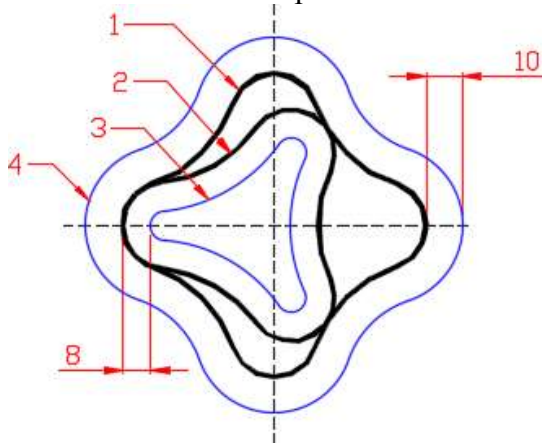
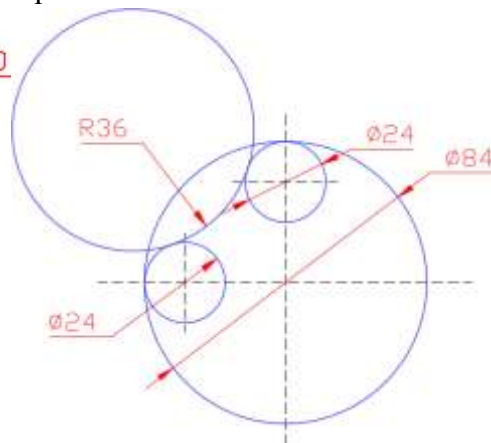
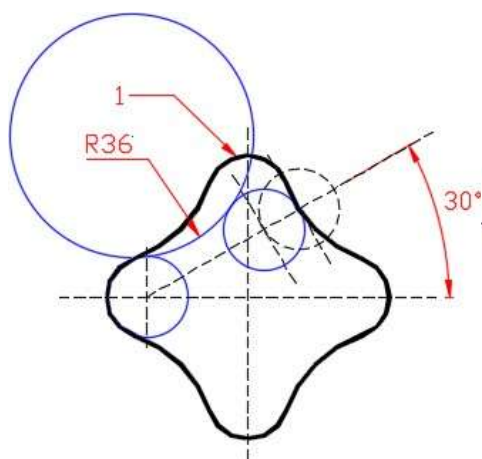

Рис.2
Рис.3.
Рис.4
- 1) Создайте 3 слоя "Вспомогательный", "Основной" и "Осевые" Тип линий на осевом слое – Осевая 2. В диалоговом окне "Режимы рисования" (рис.3) на вкладке "Объектная привязка" установите объектные привязки "Пересечение" и "Центр". На вкладке "Отслеживание" задайте углы 45° и 135°.
- 1) Вспомогательные построения, показанные на рис.2 и рис.3 используются для построения сопряжения двух окружностей дугой заданного радиуса. Используйте вспомогательные построения на рис.2 для построения фигуры 1 (см. рис.3,4), а на рис.3 для построения фигуры 2 (см. рис.4).
- 2) Фигура 1 на рис.4 получена при помощи команды ПОЛИЛИНИЯ. Для рисования вспомогательных построений использовались команды КОПИРОВАТЬ и *Рисование*  КРУГ  Две точки касания, радиус. Для вспомогательных построений фигуры 2 использовалась команда ЗЕРКАЛО.
- 3) Для построения фигур 3, 4, показанных на рис.4 пользуйтесь командой СМЕЩЕНИЕ
Далее следует напечатать первую строку согласно рис.3.
Самостоятельно введите все строки текста согласно указанным (рис. 3) опциям. Координаты точек ввода задаются мышкой произвольно, но так, чтобы весь текст уместился на чертеже.
2. Постройте контуры для штриховки произвольных размеров согласно рис. 4.